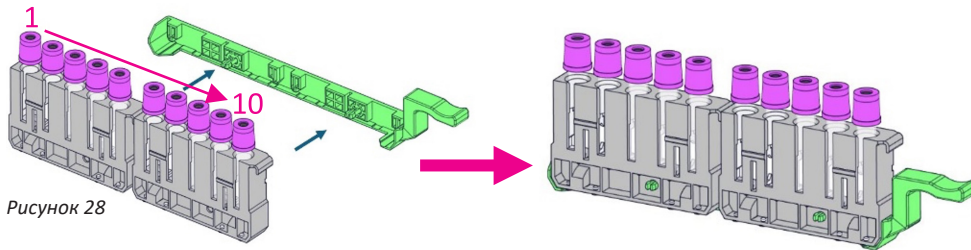

Рисунок 28
**В случае использования гематологических штативов Beckman Coulter:** штативы должны устанавливаться в держатель штативов до загрузки в анализатор iSED PRO. **Не пытайтесь загрузить штатив Beckman Coulter непосредственно в анализатор iSED PRO, если он не установлен в держатель штативов.** В один держатель штативов устанавливаются два гематологических штатива Beckman Coulter. Пример установки штативов в держатель штативов см. на рис. 28. Держатель штативов можно загрузить в анализатор iSED PRO с установленным 1 или 2 штативами Beckman Coulter. Если в держателе штативов установлен только 1 штатив, то этот штатив должен находиться в передней позиции (позиции в держателе штатива 1–5, дальше от ручки).